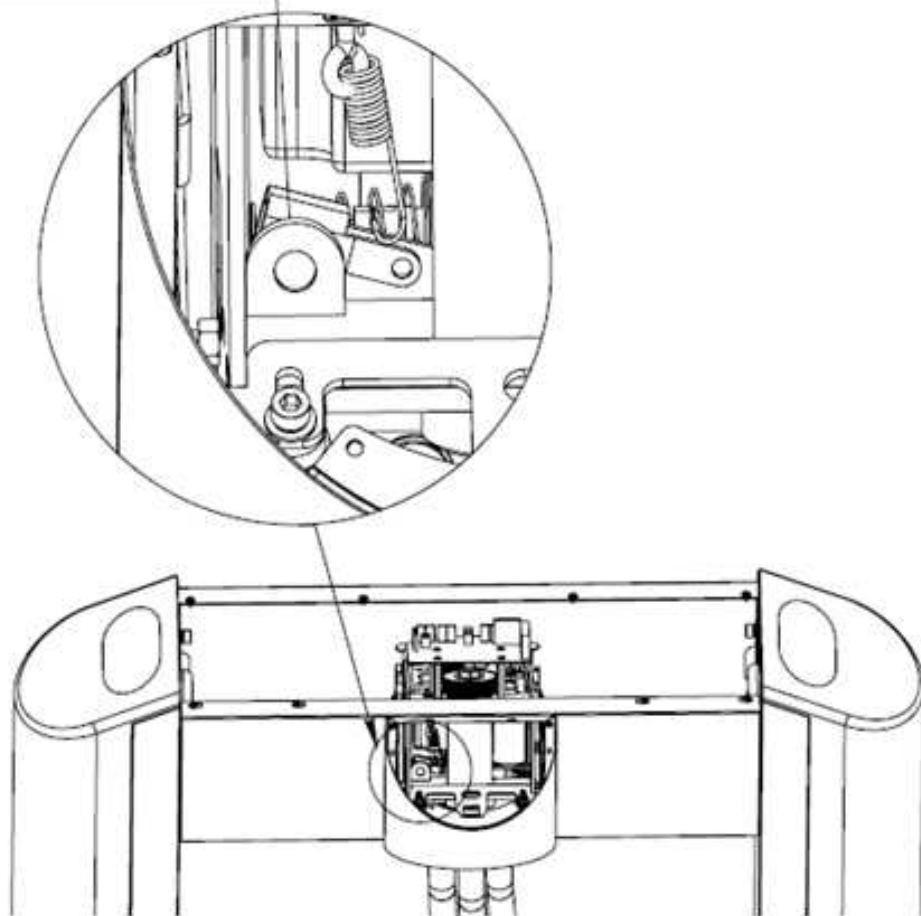

Рис. 10
5.2. Ось вращения рычага ролика (рис. 10).
Элементы узла расположены за рычагом ролика, изображенном на (рис. 10).